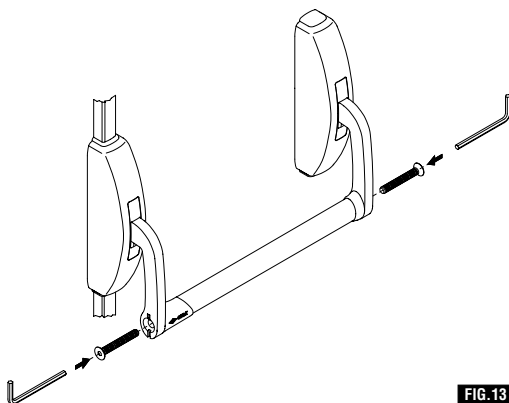

FIG. 13
- 12) Montare la barra fra le due leve, verificare che i due tappi di raccordo siano bene a contatto con le rispettive staffe avvitare con forza le viti da M5 x 70 sui fori delle staffe con una chiave esagonale da 5 mm per bloccare la barra (fig. 13).
- 12) Mount the bar between the two levers, check that the two connection plugs are fitting snugly with their respective casings, screw in well the M5 x 70 screws into the holes of the casings with a 5 mm Allen key to block the bar (Fig. 13).
- 12) Monter la barre entre les deux leviers, vérifier que les deux bouchons de raccord sont bien au contact des brides respectives, visser à fond les vis M5 x 70 sur les trous des brides avec une clé hexagonale de 5 mm pour bloquer la barre (fig. 13).
- 12) Coloque la barra entre las dos palancas; verifique que las dos tapas de unión estén en contacto correctamente con las respectivas abrazaderas. Enrosque con fuerza los tornillos M5 x 70 en los orificios de las abrazaderas, con una llave hexagonal de 5 mm, para bloquear la barra (Fig. 13).
- 12) De dwangstang tussen de twee beugels monteren, controleren dat de twee aansluitdoppen goed op de beugels aansluiten, en de stang bevestigen door de schroeven M5x70, met een 5 mm bussleutel, volledig in de gaten van de beugels te schroeven (afb. 13).
- 12) Die Stange zwischen den beiden Hebeln einsetzen, dabei kontrollieren, ob die beiden Verbindungsdeckel einwandfrei sitzen, dann die Schrauben M5x70 mit einem 5-mm-Sechskantschlüssel auf den Bohrungen der Bügel fest anziehen, um die Stangen zu blockieren (Abb. 13).